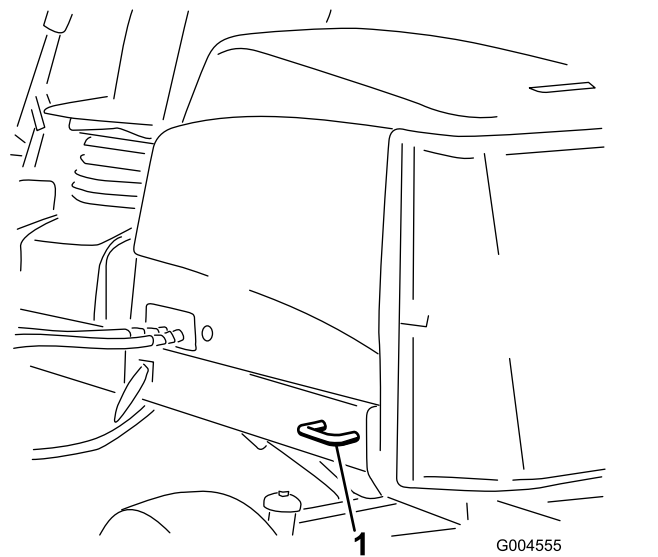

Рисунок 66
- **Задняя часть машины** — с каждой стороны машины на задней раме (Рисунок 66).